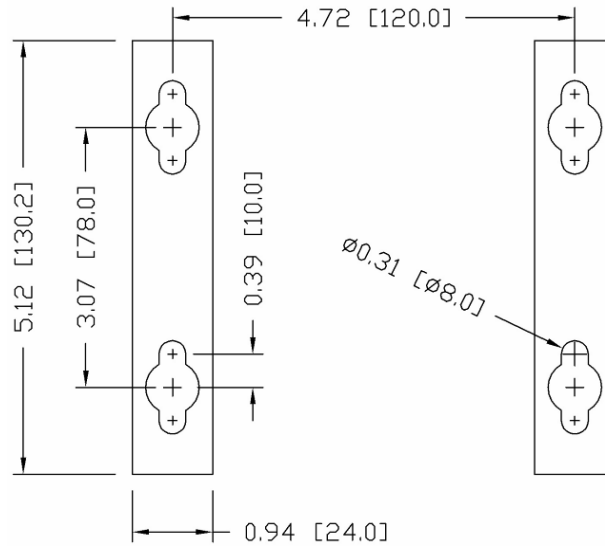

Figura 3-13: Forometria per il montaggio della staffa a parete
4. Contrassegnare la posizione dei fori di montaggio sulla superficie verticale in base alla forometria mostrata in Figura 3-13, oppure, mantenendo il terminale sulla superficie su cui deve essere fissato, contrassegnare i punti di fissaggio attraverso i fori della staffa. Le misure sono fornite in pollici [mm].